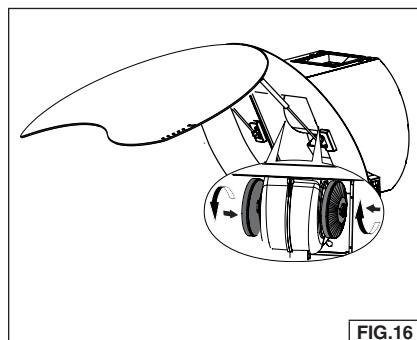

FIG. 16
14. Instale dos filtros de carbón en el ventilador. Fig. 16.